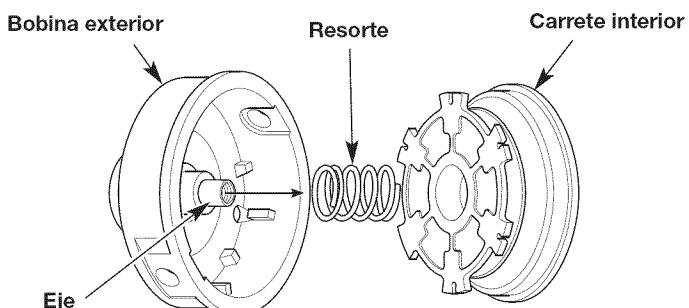

Fig. 10
4. Saque el carrete interior de la bobina exterior (Fig. 10).
5. Saque el resorte del carrete interior (Fig. 10).